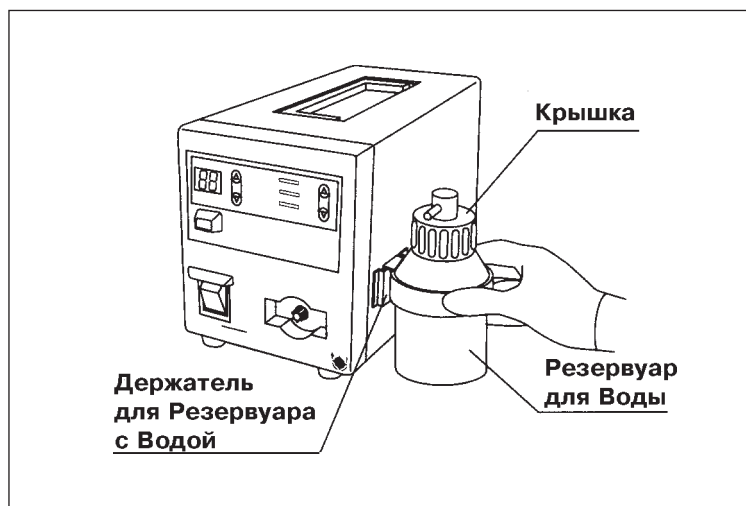

Рис. 3.1.
3. Присоедините Резервуар с Водой к Держателю на боковой панели ПРИБОРА ДЛЯ ТЕРМОКОАГУЛЯЦИИ (См. рис. 3.1).